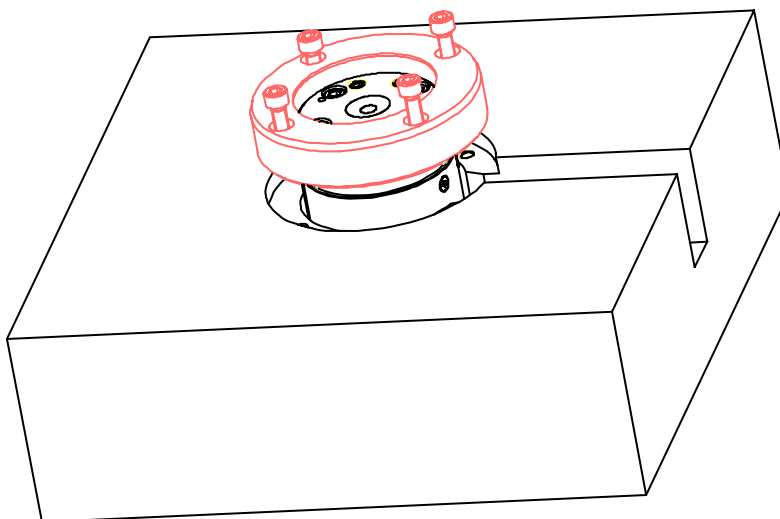

Fig. 70 Défaire les 4 vis
1. Défaire les 4 vis bloquant la bague de centrage et enlever les vis et la bague (Fig.70).